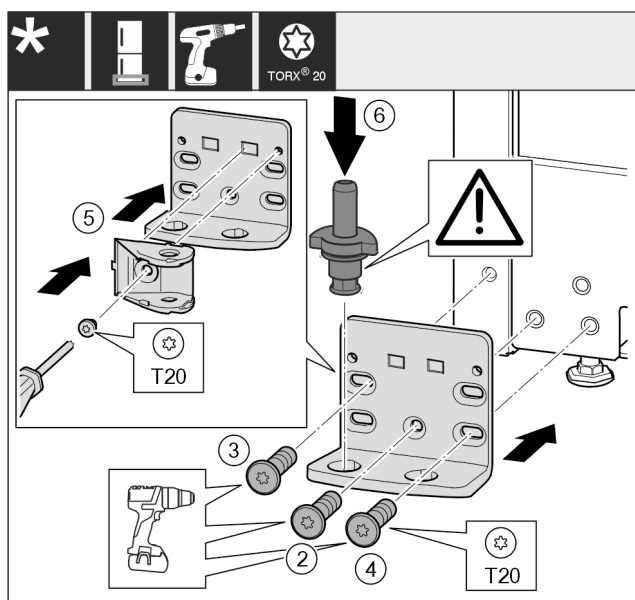

Fig. 39
- Placer le support de palier de l'autre côté et le visser avec un tournevis. Commencer par la vis Fig. 39 (2) en bas au milieu.
- Serrer la vis Fig. 39 (3) et la vis Fig. 39 (4).
- Tourner la liaison de l'amortisseur de fermeture Fig. 39 (5) de 180°. Le visser de l'autre côté du support de palier avec un tournevis.
- Insérer complètement l'axe de palier Fig. 39 (6). Veiller à ce que l'ergot soit orienté vers l'arrière.